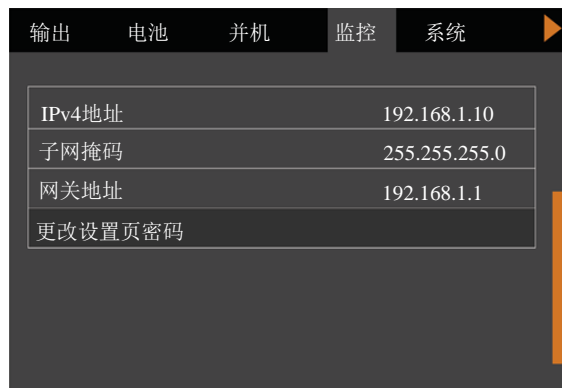

图5-21 更改设置页密码
2. 按 **Enter** 键，然后按方向键 **▼** 可选择“更改设置页密码”。见图 5-21。